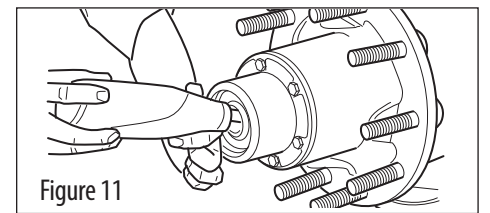

Figure 11
a. Remplissez le moyeu par le trou central du couvre-moyeu jusqu'à la marque "niveau d'huile" sur la surface du couvre-moyeu (voir figure 11).